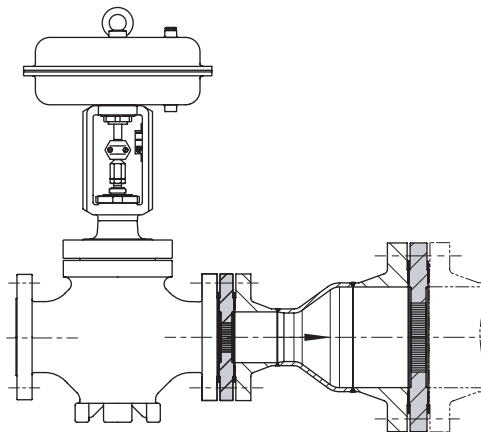
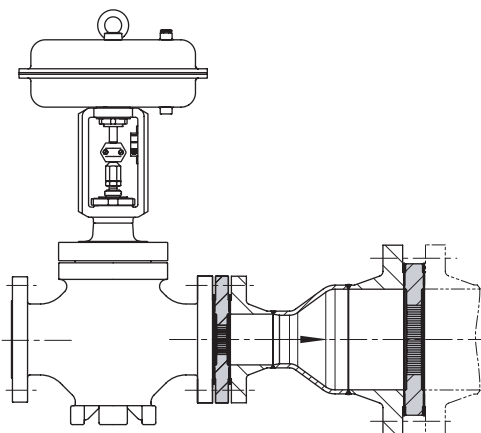

Рис. 6: Шумопоглощающие пластины на выходе из клапана и после трубопроводного расширителя
Рис. 7: Шумопоглощающие пластины на выходе из клапана и после трубопроводного расширителя
- **комбинация Тип 3381-1 и Тип 3381-1R** с двумя шумопоглощающими пластинами разных номинальных размеров (Рис. 6 и Рис. 7)
Тип 3381-1 и Тип 3381-1R могут сочетаться друг с другом (рис. 6 и 7). Устанавливаются две шумопоглощающие пластины разных номинальных размеров: одна на выходе из клапана, другая после трубопроводного расширителя.